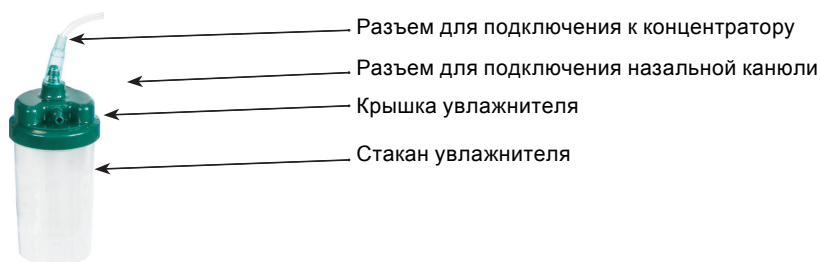

Рис. 5
- 9) Наденьте назальную канюлю (как показано на рис. 5), начните дышать кислородом.